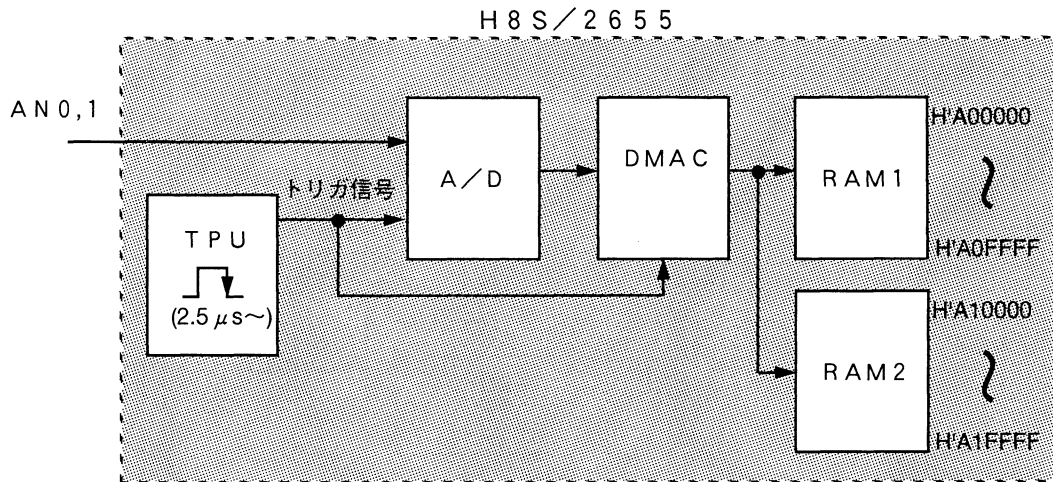

図1 タイマトリガによるA/D変換ブロック図
- (1) 図1に示すようにTPUの変換開始トリガによりA/DおよびDMACを起動させ、音声信号をA/D変換し、DMACでRAMに転送します。
- (2) 転送RAMエリアは、H'A00000~H'A0FFFFおよびH'A10000~H'A1FFFFです。
- (3) A/D変換器はTPUのTGRAコンペアマッチにより起動します。
- (4) H8S/2655の内部動作周波数は20MHzで使用します。